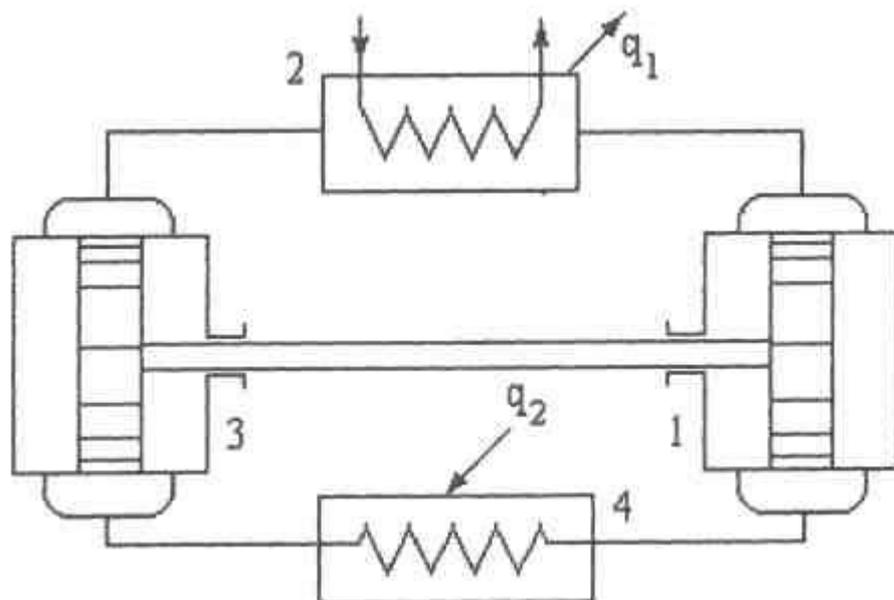

Рис. 1. Схема воздушной холодильной установки:
Схема установки и Ts- диаграмма приведены на рис. 1.
3. Воздух сжимается в компрессоре (1) (рис. 1), поэтому определим температуру цикла T_4 в конце сжатия по уравнению связи параметров адиабатного процесса: